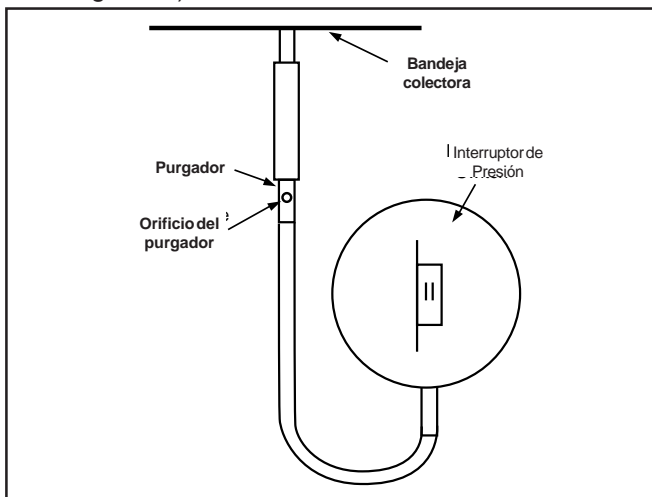

Figura 17. Instalación del purgador de la G6RK
2. Separar el tubo de goma del sensor del interruptor de presión y del sensor de la bandeja colectiva. Cortar, aproximadamente, 3" de un extremo del tubo. Seleccionar la lámina de cobertura de composición apropiada, según se indica el kit de salida de humos n° 903196. Insertar el purgador en el tubo de goma. **No taponar el agujero del purgador.** Conectar de nuevo el conjunto en el sensor del interruptor de presión y en el sensor de la bandeja colectora. (Ver figura 17).